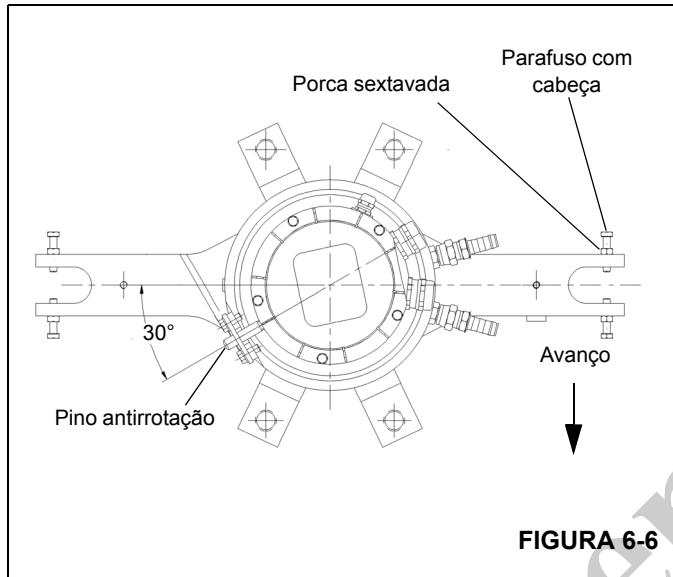

FIGURA 6-6
- Verifique se o pino antirrotação na parte inferior da base da rótula elétrica está alinhado com o furo de montagem no suporte da caixa da rótula de água (Figura 6-6).